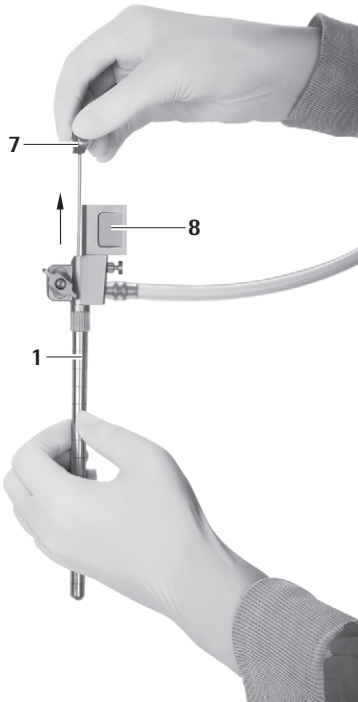

Abb. 9
- ▶ Obturator für ovalen Arbeitskanal **7** vorsichtig aus MINOP InVent-Trokar **1** herausziehen, siehe Abb. 9.